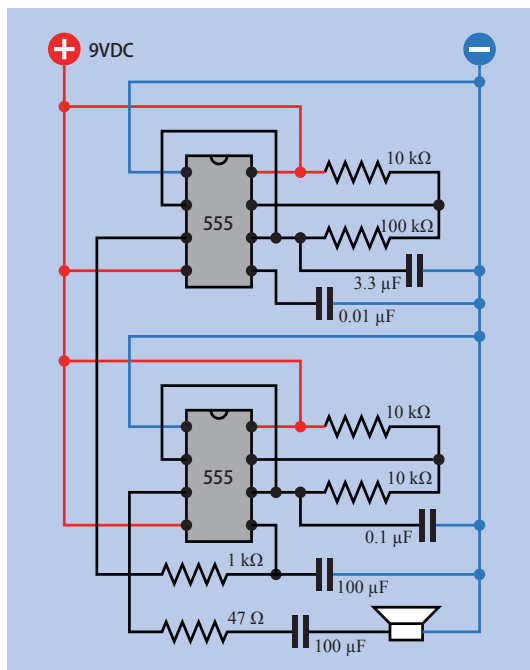

图 4-36 当一个定时器运行速度相对较慢时，通过另一个定时器的控制引脚（5 号引脚）调节另一个定时器，结果产生频率来回变化的声波，类似于警笛声
具体电路如图 4-36 所示。1 号定时器连接成基本的非稳态电路，与图 4-22 中的电路相似。本电路中的元件值更大，因此定时器的振荡频率更低，约为 1 Hz。你可以将它与图 2-120 中的电路相比较，原理是类似的。
- ❑ 图 4-36 所示元件